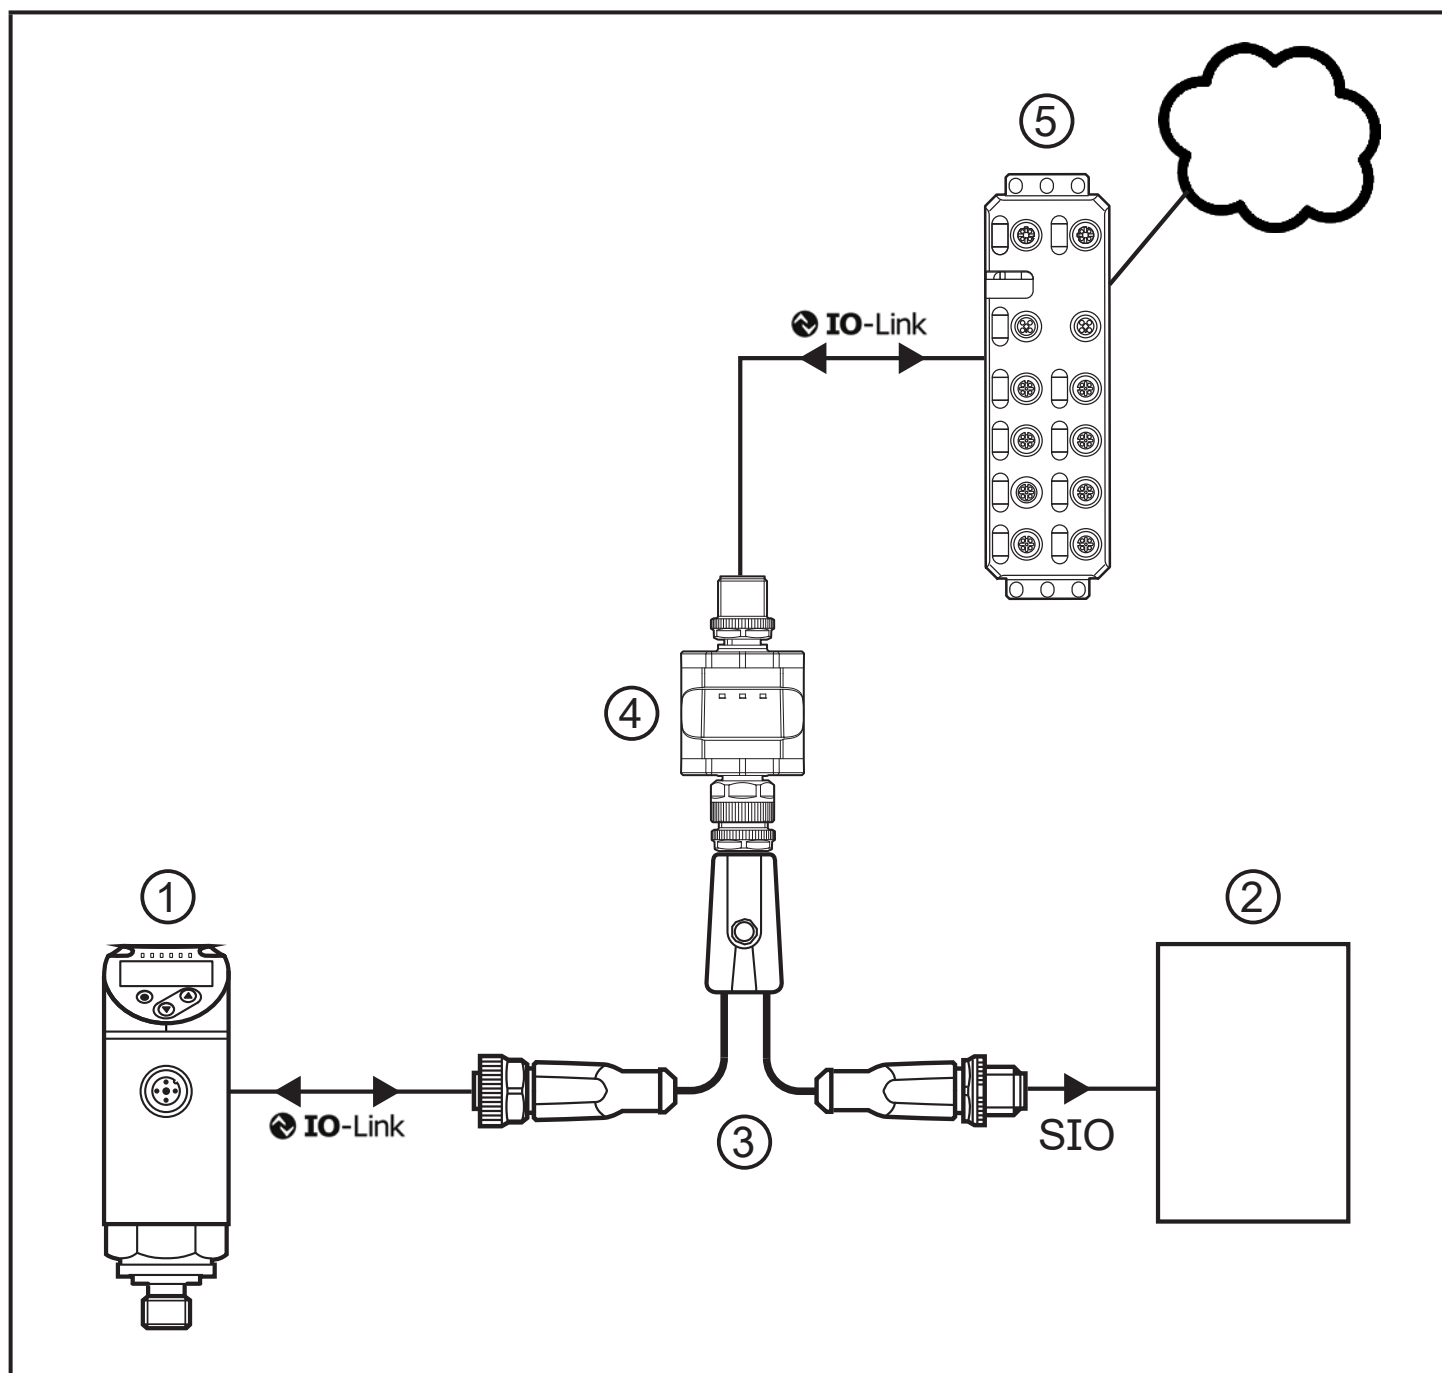

Рис. 4.2: Пример интеграции в систему
В конфигурации на рис. 4.2 делитель данных (4) переключает IO-Link устройство (1) изначально работающее в режиме SIO в режим IO-Link, подключая новую установленную связь IO-Link к IO-Link мастеру (5).
При поставке IO-Link мастер ((5) на рис. 4.2) позволяет только доступ для считывания подключенного устройства IO-Link (1). Доступ для записи возможен только после устранения защиты от записи.
Максимальное расстояние между (3) и (2), рис. 4.2: → Технические данные используемых соединительных кабелей и других подключенных компонентов. Максимум 30 м.
- ▶ Подключите прибор к устройству с IO-Link, установка и IO-Link мастер с помощью Y-кабеля EVC843 в соответствии с рис. 4.2.